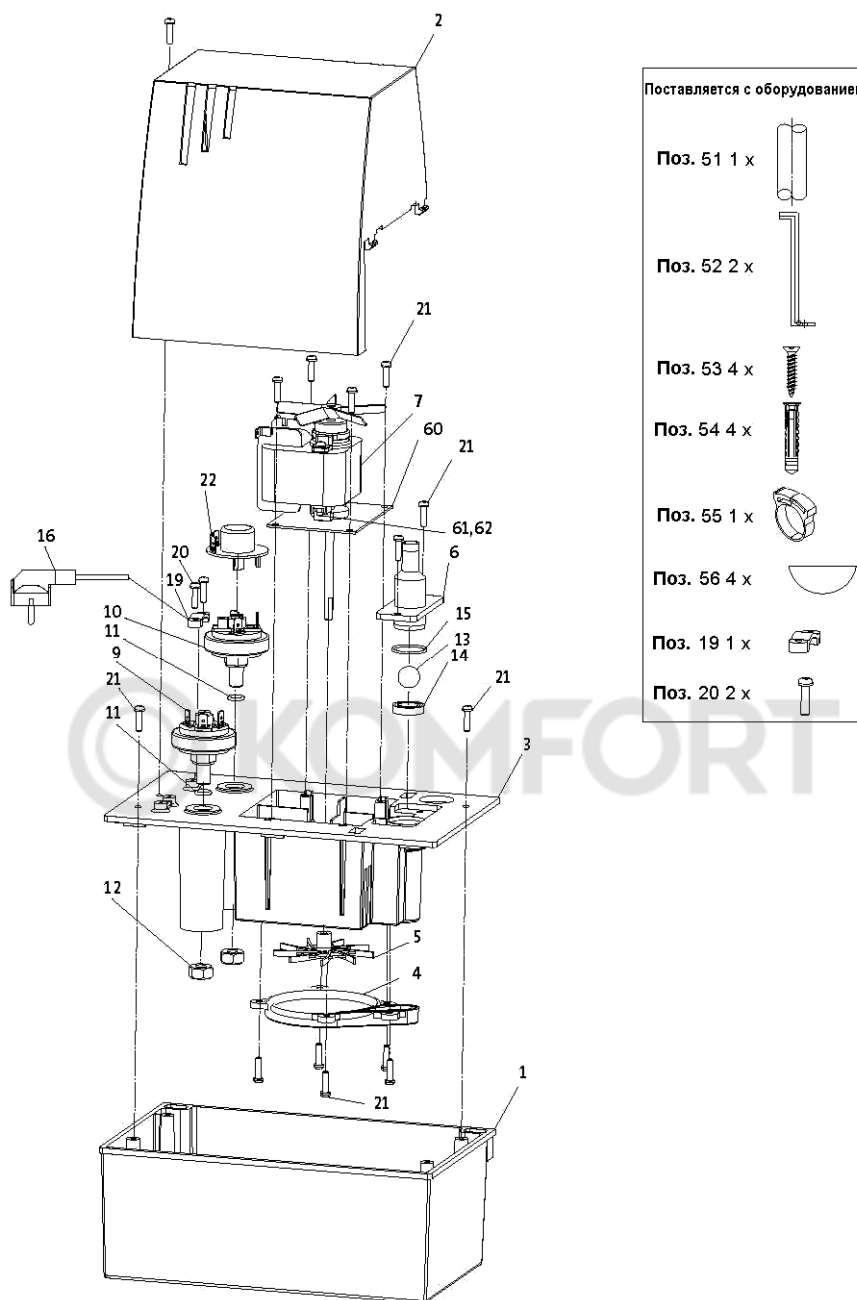

Рис. 8 Детали насоса
1. Отпустить винт и снять кожух электродвигателя, смотрите рис. 8.
2. Демонтировать все кабельные мосты между реле давления 1 (поз. 9) и реле давления 2 (поз. 10), смотрите рис. 8.
7. Отпустить винты крышки резервуара (поз. 3), смотрите рис. 8, и снять крышку. Отпустить винты на корпусе насоса (поз. 4) и снять корпус.